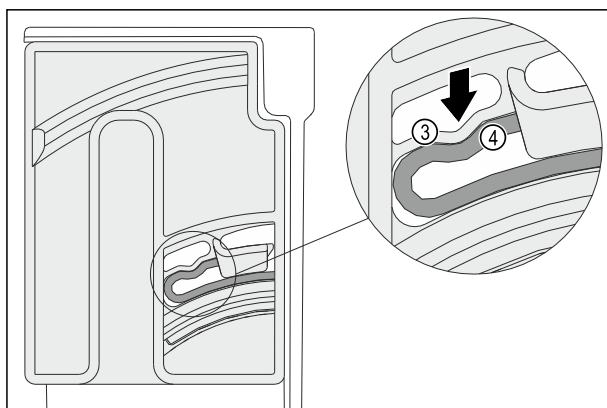

Fig. 101
- Еластичният елемент Fig. 101 (3) на завъртащото устройство се фиксира с щракване в кръглата форма на реброто Fig. 101 (4).